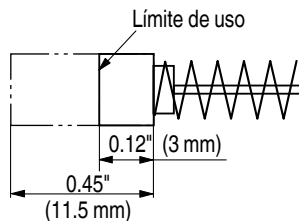

Fig. 10
- Inspección de las escobillas de carbón (Fig. 10)